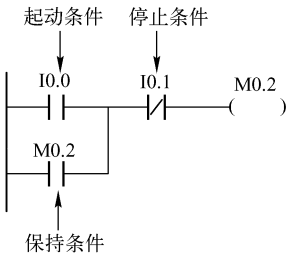

图 6-2 标准的“起保停”梯形图
① “起保停”电路对应的布尔代数式。标准的“起保停”梯形图如图 6-2 所示，图中 I0.0 为 M0.2 的起动条件，当 I0.0 置 1，M0.2 得电；I0.1 为 M0.2 的停止条件，当 I0.1 置 1，M0.2 断电；M0.2 的辅助触头为 M0.2 的保持条件。该梯形图对应的布尔代数式为
② 顺序控制梯形图储存位对应的布尔代数式。如图 6-3a 所示的功能图，M0.1 转换为活动步的条件是 M0.1 步的前一步是活动步，相应的转换条件（I0.0）得到满足，即 M0.1 的起动条件为 $M0.0 * I0.0$ 。当 M0.2 转换为活动步后，M0.1 转换为不活动步，因此，M0.2 可以看成 M0.1 的停止条件。由于大部分转换条件都是瞬时信号，即信号持续的时间比他激活的后续步的时间短，因此应当使用有记忆功能的电路控制代表步的储存位。在这情况下，起动条件、停止条件和保持条件全部具备，就可以采用“起保停”方法设计顺序功能图的布尔代数式和梯形图。顺序控制功能图中储存位对应的布尔代数式如图 6-3b 所示，参照图 6-2 所示的标准“起保停”梯形图，就可以轻松地将图 6-3 所示的顺序功能图转换为如图 6-4 所示的梯形图。
(2) 选择顺序